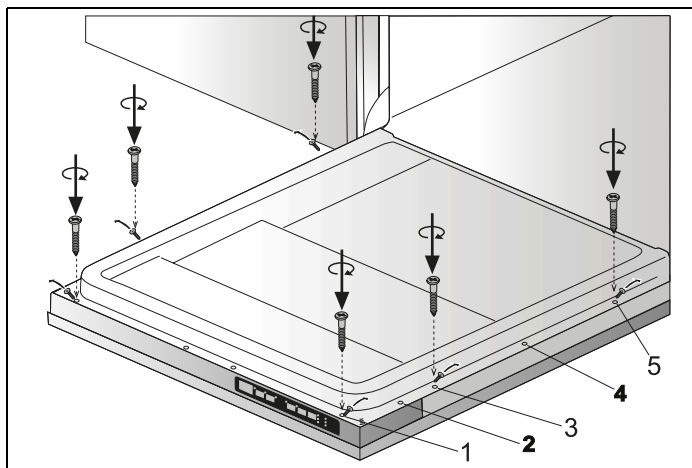

Fig. 30
- 6) Les vis situées sur la porte en bois sont fixées sur le lave-vaisselle au niveau des sorties situées sur la feuille extérieure de la porte et sont assemblées comme indiqué dans la Fig. 30 .